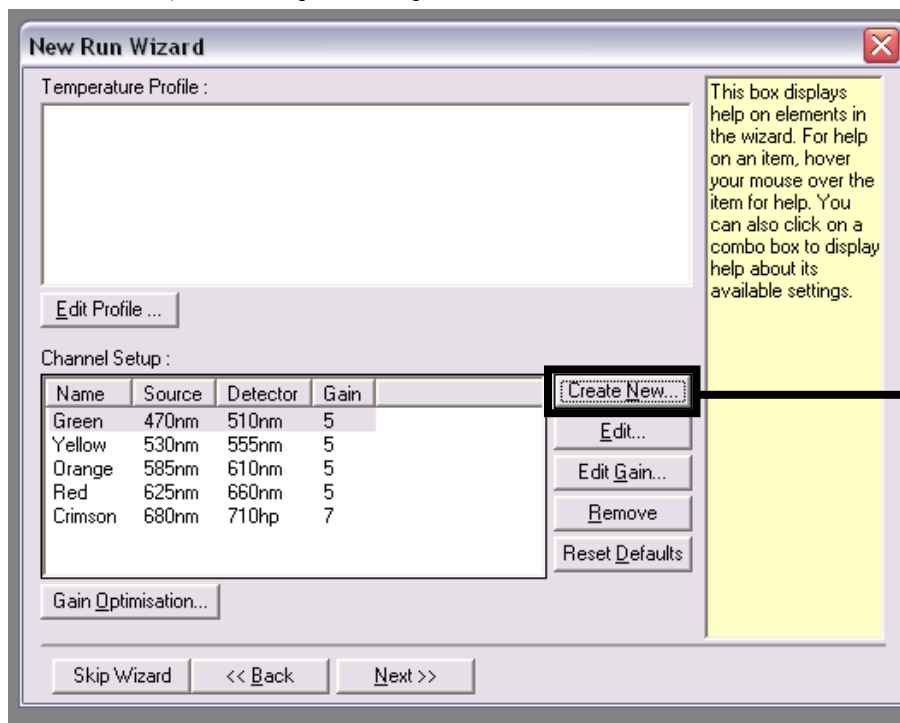
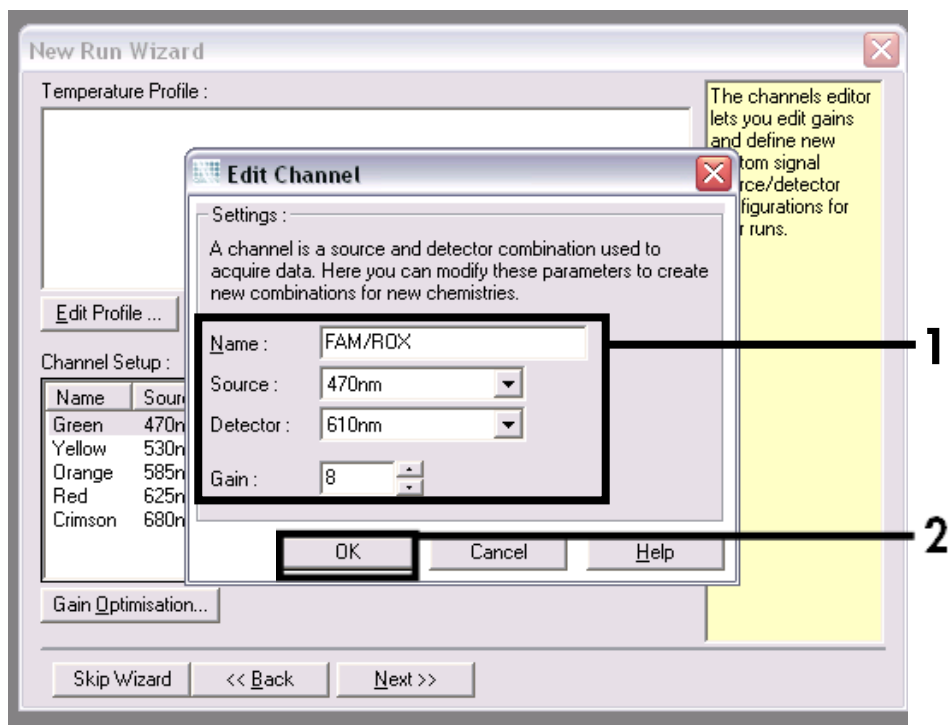
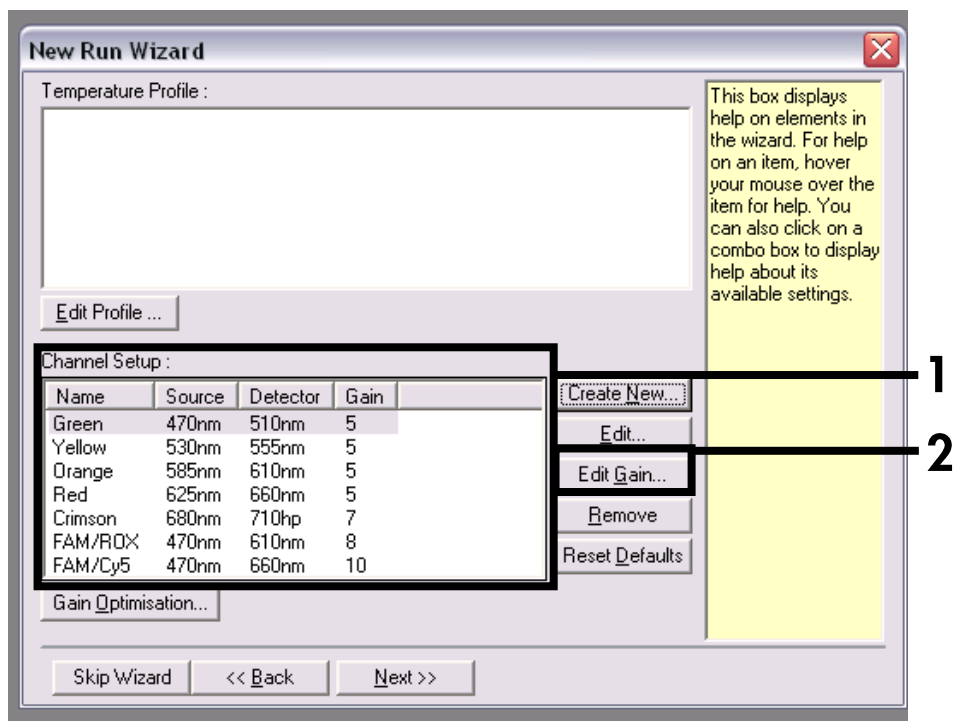

Figure 4. Création de nouveaux canaux.
Figure 5. Création d'un nouveau canal « FAM/ROX ».
Figure 7. Nouveaux canaux intégrés.
Création de nouveaux canaux	Figure 4 à Figure 7
9. Cliquer sur le bouton « Create new » (Créer un nouveau) dans la boîte de dialogue « New Run Wizard » suivante (Figure 4) et programmer 2 canaux supplémentaires, comme indiqué sur les Figure 5 à Figure 7).